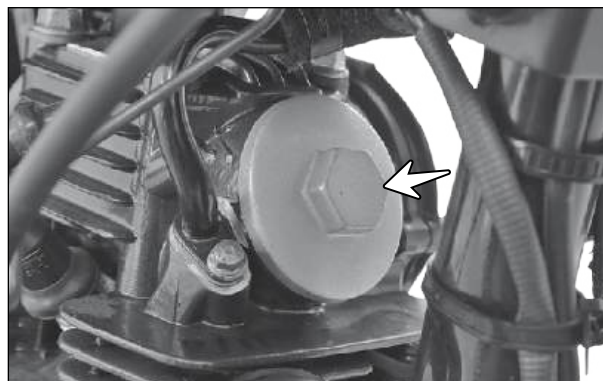

Fig. 2.16
- Remova a tampa do orifício de inspeção da folga de válvula (seta) do lado do escapamento, junto com o anel de vedação do cabeçote. (Fig. 2.16)